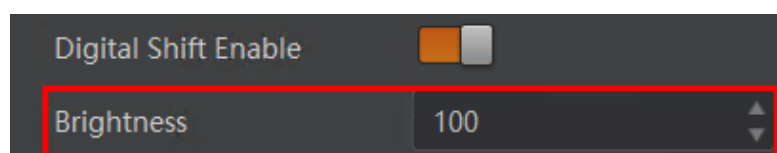

图7-30 亮度设置
2. 通过 *Analog Control* 属性下的 *Brightness* 参数进行设置，如图 7-30 所示。亮度参数范围为 0~255。